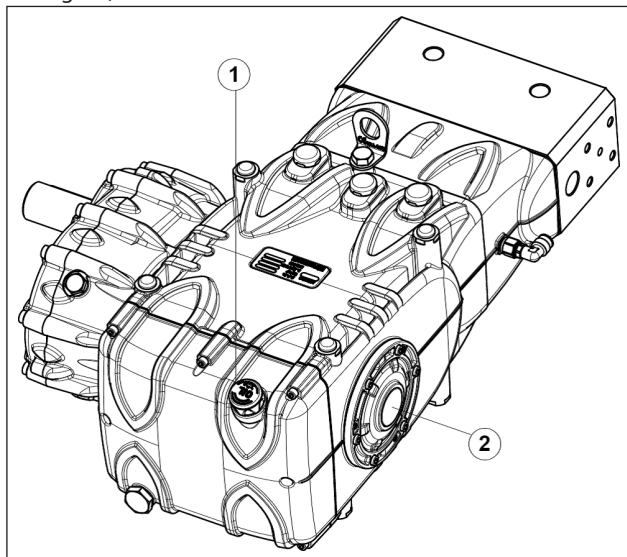

Fig. 16
5. L'huile dans le carter de la pompe est au bon niveau, en la vérifiant avec la jauge prévue à cet effet (rep. ①, Fig. 16) et exceptionnellement avec le témoin de niveau (rep. ②, Fig. 16).